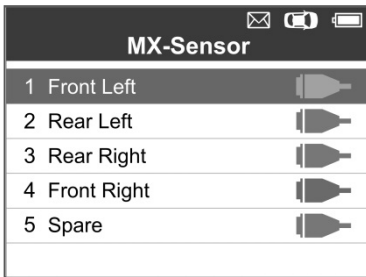
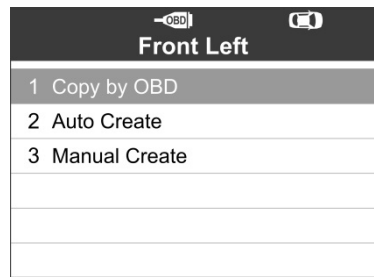

Abbildung 5.20
Abbildung 5.21
- 1) Befolgen Sie die Schritte 1 bis 7 unter **5.1 Automatisch erstellen**, um einen **MX-Sensor** für die Programmierung auszuwählen. Rechts im Bildschirm wird die OBD-Kennzeichnung angezeigt. (Abbildung 5.20) Drücken Sie nach der Auswahl des speziellen Reifens die **Y**-Taste und die Option **Kopie durch OBD** steht im Funktionsmenü zur Verfügung. (Abbildung 5.21)